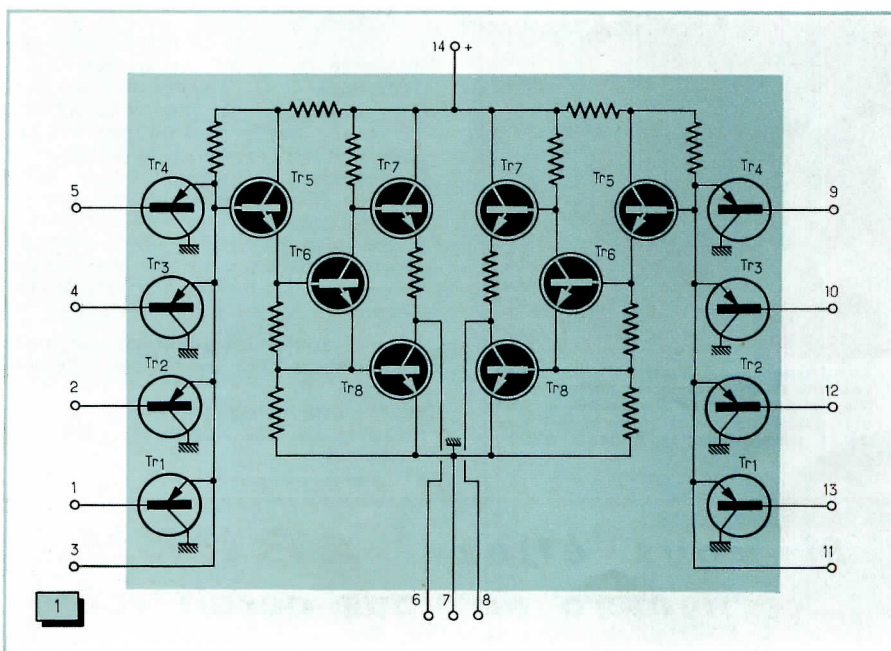

Fig. 1. — Le « cœur » du préamplificateur-mélangeur stéréophonique est constitué par... une « porte » à quatre entrées séparées.
**Fig. 1.** — Courbes de réponse (a) et de diaphonie (b) du phonocapteur V-15/AME-3. La fréquence de résonance de l'équipage mobile, en liaison avec l'élasticité du disque en vinyle, se situe à 15 kHz; la « pointe » observée est de faible amplitude (+ 3 dB).
Aucun des circuits intégrés à caractéristique linéaire actuellement disponibles sur le marché ne se pliant à ces divers impératifs, le choix s'est finalement arrêté sur une « porte » double, à quatre entrées séparées, dont le schéma de principe est donné figure 1.
Réalisé par R.C.A., ce circuit intégré (CD 2200) se présente sous la forme d'un boîtier oblong, du type « dual in line », avec 14 cosses de branchement repérées sur le dessin de la figure 1.